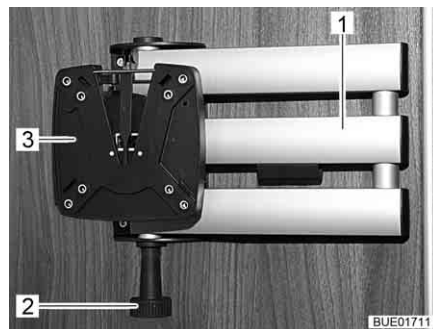

Bild 71 Halterung mit Gelenkarm
- Entriegelungsknopf (Bild 71,2) ziehen. Der Gelenkarm (Bild 71,1) ist entriegelt.
- Flachbildschirm in die Ausgangslage zurückschwenken, bis die Halterung (Bild 71,3) hörbar in die Verriegelung einrastet.